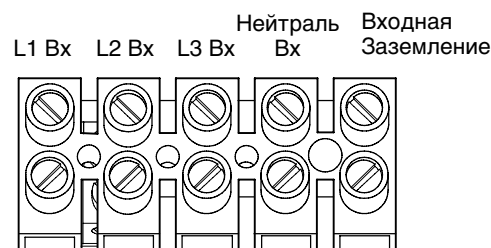

Рисунок 32. Входная клеммная колодка ИБП
9. Подсоедините входной и заземляющий провода к входной клеммной колодке согласно рис. 32 и табл. 1.